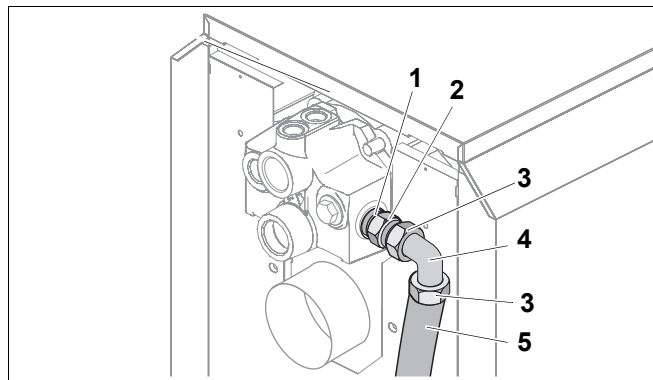

Рис. 6 Подключение обратной линии
- Установить кольцо (рис. 6, **поз. 1**) в паз двойного ниппеля (рис. 6, **поз. 2**) и закрутить ниппель в отверстие для подключения обратной линии бака-водонагревателя на отопительном котле (рис. 6).
- Уложить уплотнение (рис. 6, **поз. 3**) в накидную гайку уголка (рис. 6, **поз. 4**) и прочно прикрутить к двойному ниппелю.
- Уложить уплотнение (рис. 6, **поз. 3**) в накидную гайку длинного металлического гофрированного шланга (рис. 6, **поз. 5**) и прочно прикрутить к уголку.